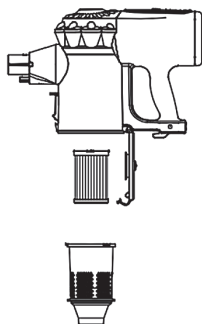

fig. 1
- Abra la tapa (14) y coloque en el recipiente (15) los elementos en el orden siguiente: filtro HEPA (16a) y filtro de entrada (16b) fig. 1. Bloquee ambos elementos girando a la derecha. A continuación cierre la tapa (13).